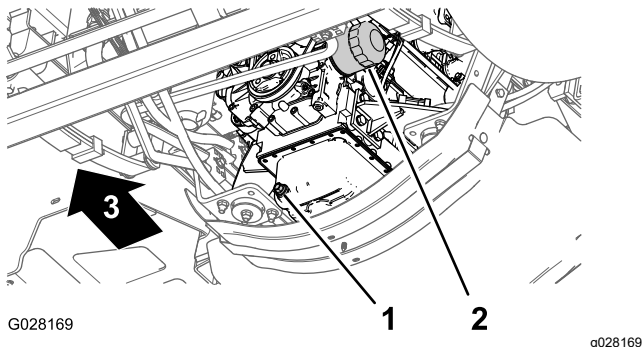

Figura 113
3. Coloque un recipiente de drenaje debajo del filtro de aceite del motor (Figura 113).
4. Retire el filtro de aceite usado (Figura 113).
8. Instale el filtro de aceite en el adaptador de filtro, gire el filtro de aceite en sentido horario hasta que la junta de goma entre en contacto con el adaptador del filtro, luego apriete el filtro media vuelta más (Figura 113).
1. Coloque un recipiente debajo del tapón de vaciado (Figura 113).
2. Retire el tapón de vaciado (Figura 113) y deje que el aceite se drene completamente.